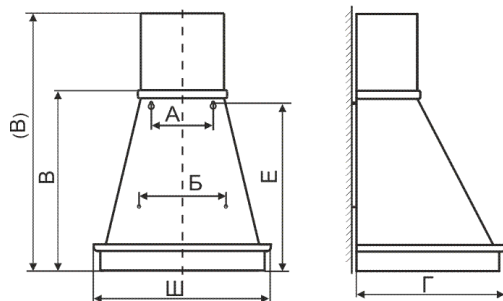

рис. 2
6.2 Крепление кухонной вытяжки (рис. 2, табл. 2,3):